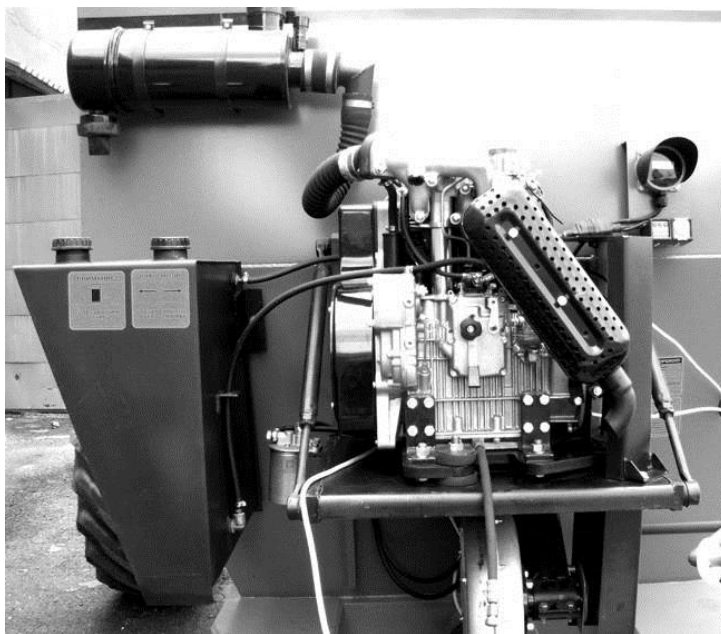

Рис. 6.6.9. Дизельный двигатель
**6.6.8. Дизельный привод Ломбардини** (рис. 6.6.9) в эксплуатации прост и надежен (см. паспорт на двигатель и его перевод на русский язык в **Приложении 2**). При замене масла в двигателе применять масло SAE 10W40, 15W40, 10W60 (стр. 55 инструкции на двигатель Lambordini).